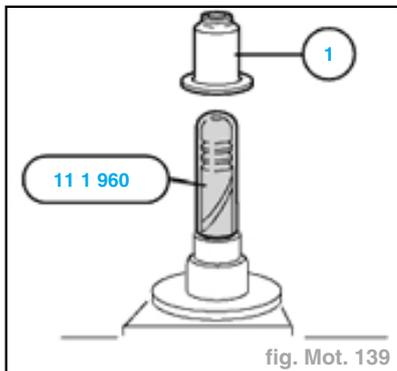

fig. Mot. 139
- Huiler la queue de soupape et positionner l'outil **11 1 960**, huiler le nouveau joint (1) et le mettre en place (fig. Mot. 139).